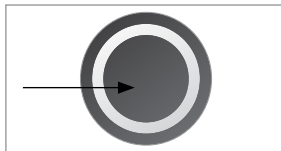

Figure 18
2. Appuyez longuement sur le bouton iWOC One pour éteindre le système (figure 18).